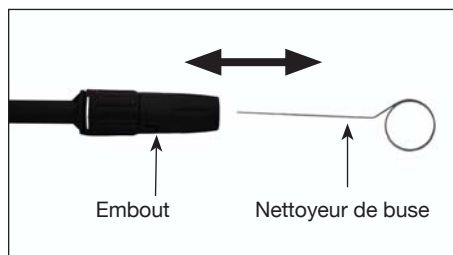

Figure 21
- Utiliser le nettoyeur de buse inclus ou un trombone déplié et insérer le fil dans le trou de l'embout pour ensuite utiliser un mouvement de va et vient jusqu'à ce que les débris soient débloqués (se reporter à la figure 21).